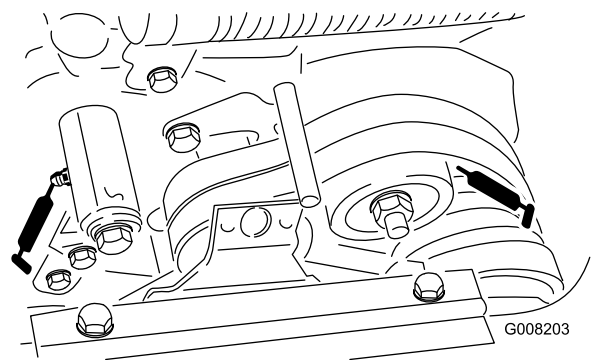

Figura 17
- 2 sui perni di rinvio della cinghia (Figura 17).